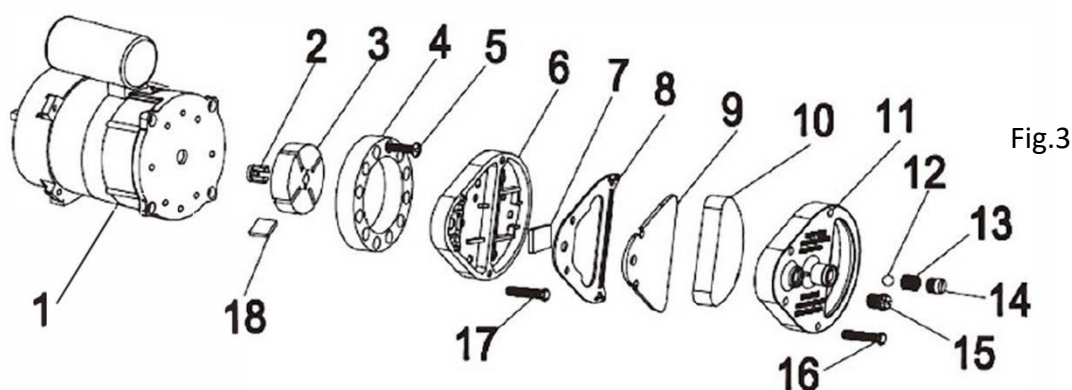

Fig.3
Pour nettoyer les filtres à air, déposer le couvercle des filtres (11), laver le filtre d'entrée d'air (10) à l'aide d'un détergent doux, puis le sécher complètement avant de le réinstaller. Remplacer une fois par an le filtre de sortie d'air (9). Les filtres pourront être changés plus fréquemment si besoin. (Fig 3).